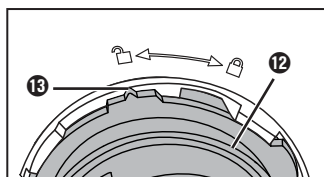

Fig. 5
- 6) Gire el soporte 12 en sentido antihorario hasta que la marca 13 del soporte 12 apunte hacia el símbolo  del recipiente para la masa 15 (fig. 5). Retire el soporte 12 con el eje de amasado 10.